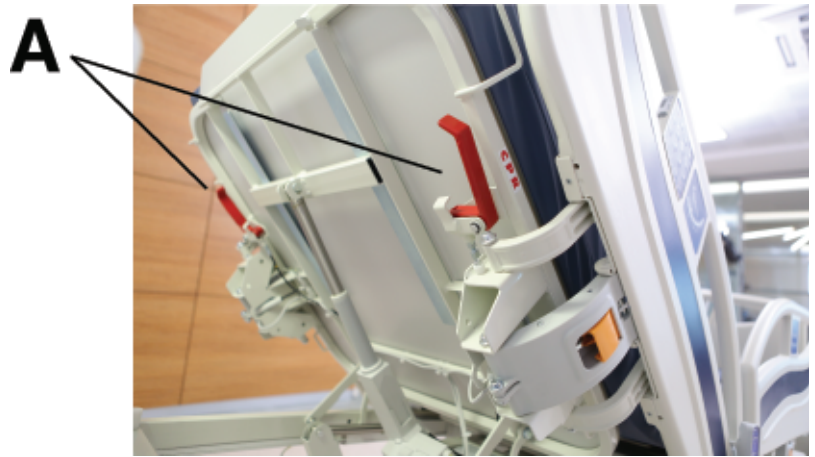

図13－心肺蘇生用リリース
1. いずれかのレバー（A）をつかんで外側に引っ張ります（図13）。